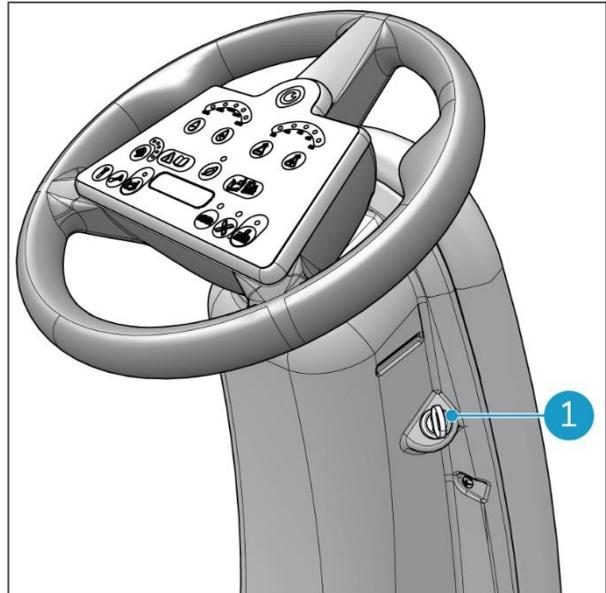

Abbildung 57
1. Drehen Sie den Zündschlüssel auf „0“ und behalten Sie den Schlüssel während der Wartung bei sich (Abbildung 57, Pos. 1).